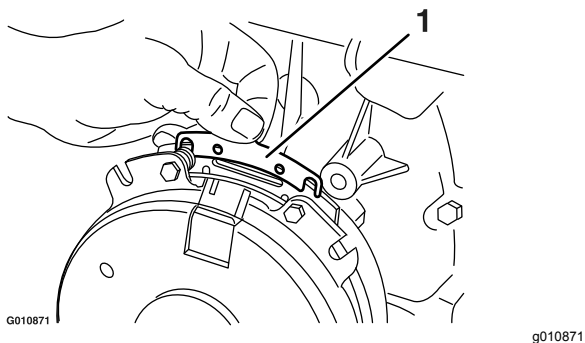

Figura 81
- B. Usando un alicate de punta fina, o a mano, sujete la pestaña y retire el suplemento (Figura 81).
Retire cualquier acumulación de hierba, suciedad u otros residuos de la rejilla del motor. Esto ayuda a asegurar una refrigeración adecuada y una velocidad de motor correcta, y reduce la posibilidad de sobrecalentamiento y daños mecánicos al motor (Figura 81).